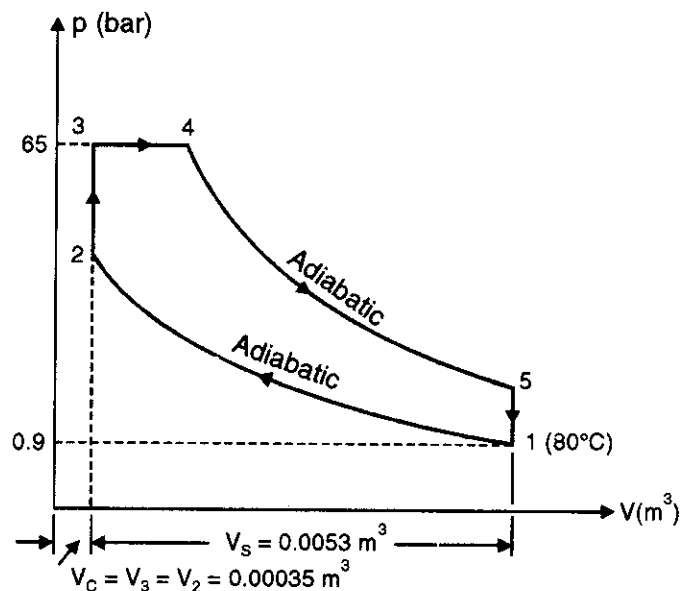

Fig. 13.20
**Solution.** Refer Fig. 13.20.